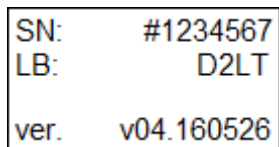

Рисунок 5. Экран сервисной информации.
Экран сервисной информации (рисунок 5) содержит серийный номер логгера (SN), метку логгера (LB) и версию программного обеспечения (ver.).